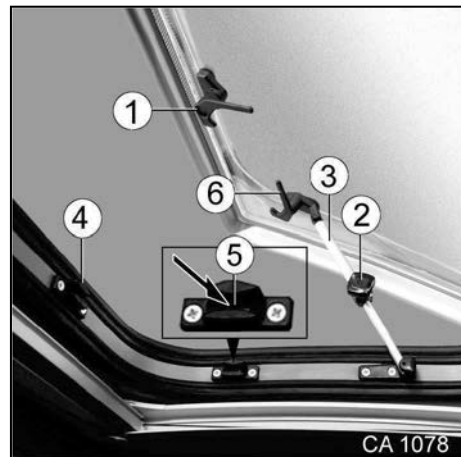

Fig. 66 Lanterneau Skyroof
1. Déverrouiller le levier de verrouillage (Fig. 66/1). Pour cela, appuyer sur le bouton de blocage respectif.
2. Déverrouiller le levier de verrouillage (Fig. 66/6).
4. Fixer le lanterneau avec des molettes (Fig. 66/2) aux compas d'arrêts montés sur les côtés (Fig. 66/3).
1. Tourner les molettes (Fig. 66/2) dans le sens anti-horaire jusqu'à ce que le dispositif de fixation soit desserré.
3. Verrouiller les quatre leviers de verrouillage (Fig. 66/1 et 6) aux supports (Fig. 66/4).
1. Déverrouiller les quatre leviers de verrouillage (Fig. 66/1 et 6) sur le lanterneau.
3. Verrouiller les quatre leviers de verrouillage (Fig. 66/1 et 6) dans les évidements (Fig. 66/5) des supports (Fig. 66/4).